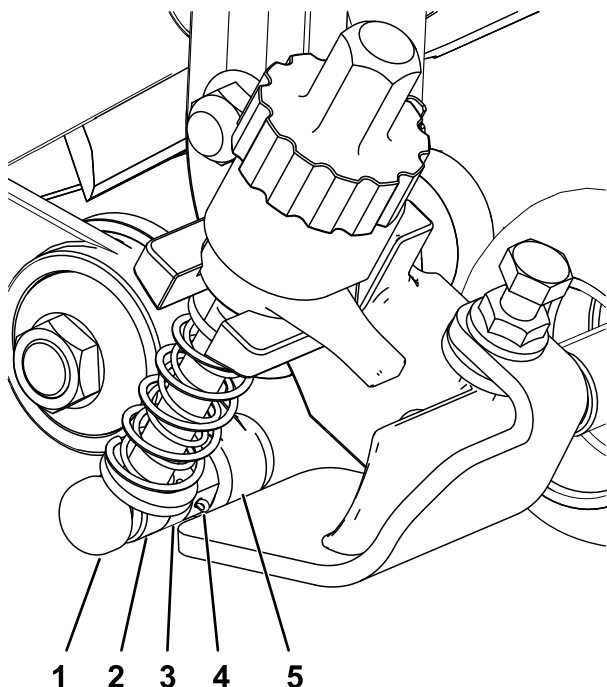

Figura 13
6. Mentre il cilindro è fermato, serrate la testa esagonale dell'albero della scatola ingranaggi tra 135 e 150 N·m; fate riferimento a Figura 13.
dell'altezza di taglio al collare di regolazione sul gruppo tendicinghia e fissatela con un perno di regolazione e una coppiglia (Figura 13).